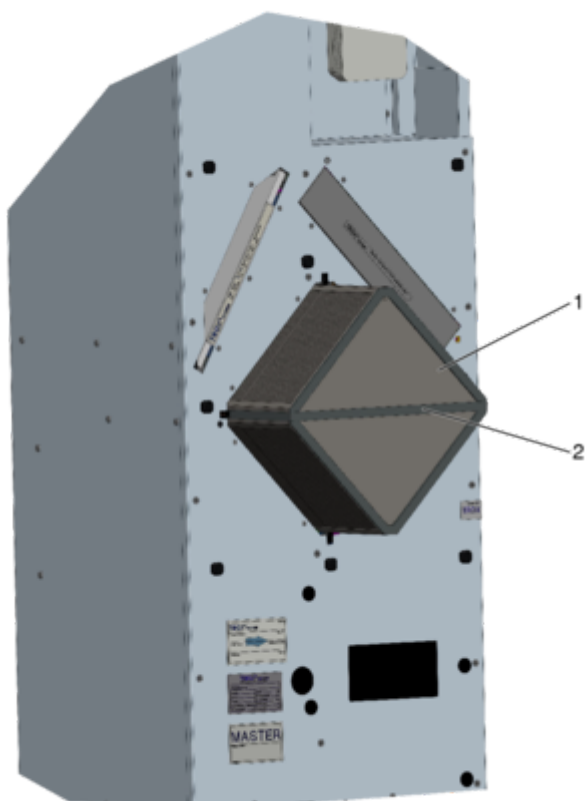

Abb. 40: Wärmerückgewinner demontieren
3. ▶ Wärmerückgewinner (Abb. 40 /1) an der Lasche (Abb. 40 /2) herausziehen.
Wärmerückgewinner (Abb. 40 /1) mit warmem Wasser (max. 40 °C) ausspülen (z.B. mit einem handelsüblichen Duschkopf).